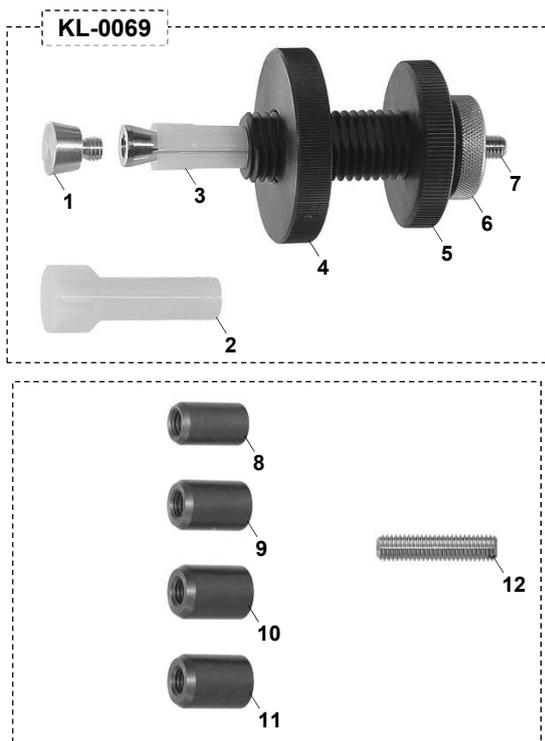

Abb. 1: Kupplungs-Zentrierwerkzeug vorbereiten.
- Spannkonus für Kupplungsscheibe ermitteln. (Abb. 1 A)
- Bei Fahrzeugen mit Pilotlager Zentrierhülse ermitteln. (Abb. 1 B) Dazu Innen-Ø des Pilotlagers messen und passende Zentrierhülse "8" bis "11" auswählen.